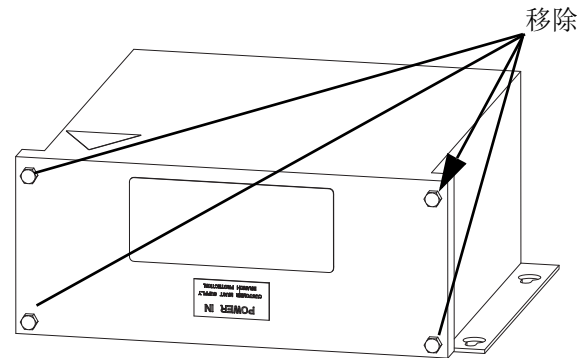

图 8：独立变压器
- 按照**图 8** 所示卸下变压器上的四颗螺丝并卸下前盖。